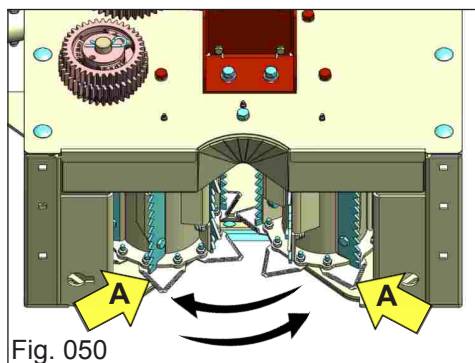

Fig. 050
- Desmonte as Facas dos dois Rolos "A" (Fig. 050), sem misturá-las, utilizando chave allen 5mm;
- Recoloque as Facas em Rolos invertidos, ou seja, as que eram do Rolo da direita montam no Rolo da esquerda e vice-versa (Fig. 050).
- Retire los cuchillos de los dos rodillos "A" (Fig. 050) Sin mezclarlos, usando la llave allen de 5 mm;
- Vuelva a colocar los cuchillos en rollos invertidos, es decir, aquellos que fueron montando en Roll Roll derecha a la izquierda y vice / versa (Fig. 050).
- Remove the knives of the two rollers "A" (Fig. 050) Without mixing them, using 5mm allen key;
- Replace the knives in rolls reversed, ie, those that were riding on Roll right Roll left and vice / versa (Fig. 050).